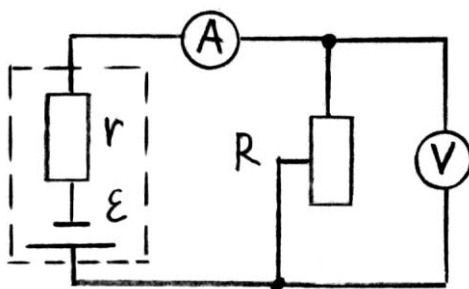

Рис.2.
2.1. Соберите на монтажном столе схему, показанную на рис.2.